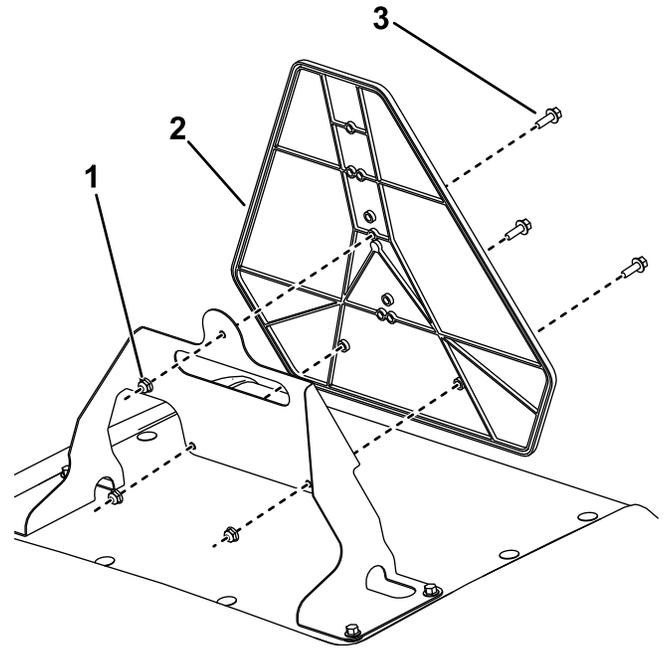

Figura 3
4. Instale la señal de vehículo lento como se muestra en la Figura 3.